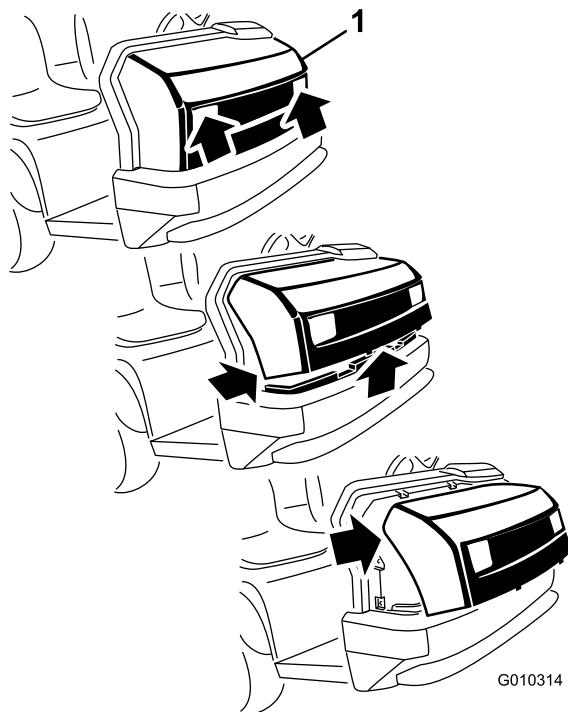

Figura 3
1. Afferrate il cofano dalle aperture dei fari, sollevatelo per sganciare le linguette di montaggio inferiori dalle fessure del telaio (Figura 3).
2. Ruotate verso l'alto la parte inferiore del cofano in modo da estrarre le linguette di montaggio superiori dalle fessure del telaio Figura 3.
3. Ruotate in avanti la parte superiore del cofano e scollegate i connettori dei fili dai fari (Figura 3).